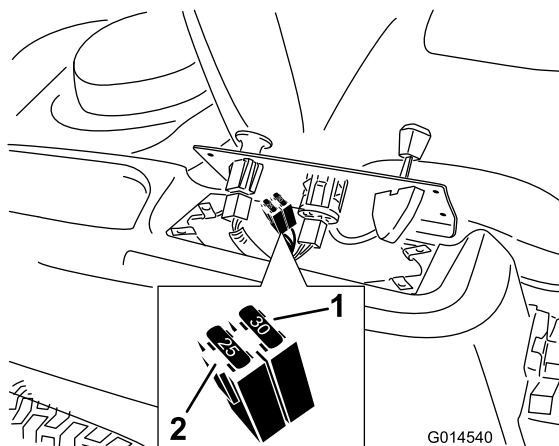

Figure 38
2. Soulevez le panneau de commande pour accéder au faisceau de câblage principal et au porte-fusibles (Figure 38).
3. Pour remplacer un fusible, tirez dessus pour l'enlever (Figure 38).